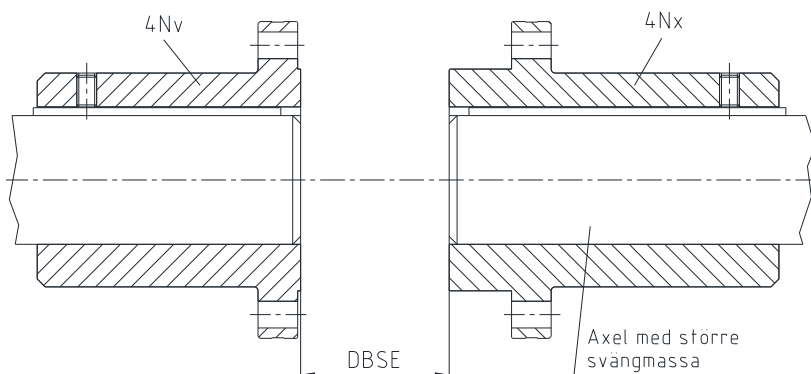

Bild 4: Montering av kopplingsflänsarna
- Kopplingsflänsarnas (komponent 4Nv och 4Nx) insidor måste ligga i plan med axlarnas fronttytor (se bild 4).
- Förskjut aggregaten axiellt tills DBSE-måttet uppnås (se bild 4).